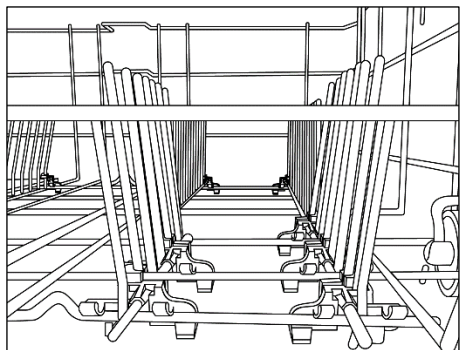
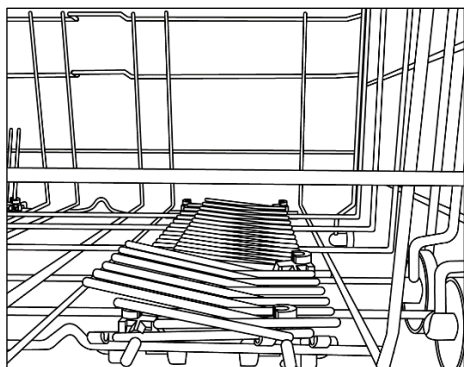

Abb. 2
Abb. 3
- Der Geschirrspüler wird mit einem Zulaufschlauch mit 3/4" Gewinding geliefert (Abb. 2).
### • WATERBLOCK (Abb. 3)
2. Setzen Sie ihn dann langsam in der richtigen Position ein (Abb. 2).
## ANMERKUNG: HEBEN ODER SENKEN SIE DEN KORB NIEMALS EINSEITIG (Abb. 3).
**Klappbare Ablagen** (nur bei einigen Modellen). Klappbare Ablagen (Abb. 2 und Abb. 3) können im unteren Korb eingesetzt werden, um die stabile Lagerung des Geschirrs zu gewährleisten. Die Ablagen können angehoben oder abgesenkt werden, um auch nicht standardmäßige Größen und/oder Formen aufzunehmen und so maximale Flexibilität zu bieten.
- Der zentrale Filterkorb ist herausnehmbar, um die Reinigung zu erleichtern (Abb. 2).
- Ziehen Sie schließlich die Siebplatte aus der Bodenwanne heraus wie in der (Abb.3) ersichtlich. Spülen Sie alle Teile gründlich unter fließendem Wasser und reinigen Sie diese eventuell mit einer Bürste.